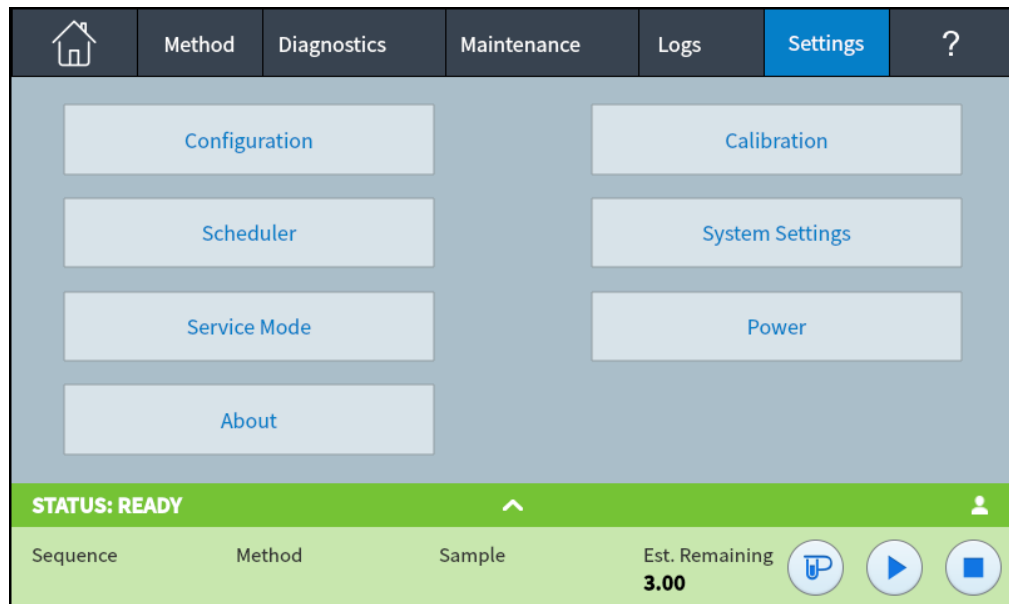

Abbildung 63. Ansicht „Settings“
- 1 Drücken Sie **Settings (Einstellungen)**. Die Ansicht „Settings“ (Einstellungen) wird eingeblendet. Siehe **Abbildung 63**.